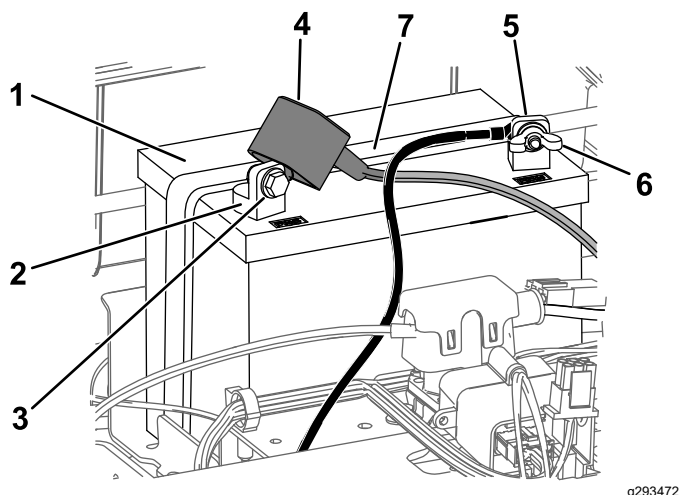

Figura 50
4. Desligue o cabo negativo (preto) do pólo da bateria (Figura 50).
6. Desligue o cabo positivo (vermelho) do pólo da bateria (Figura 50).
7. Retire o suporte da bateria (Figura 50) e levante a bateria para a retirar da respetiva plataforma.
1. Posicione a bateria no tabuleiro (Figura 50).
5. Prenda a bateria ao suporte (Figura 50).